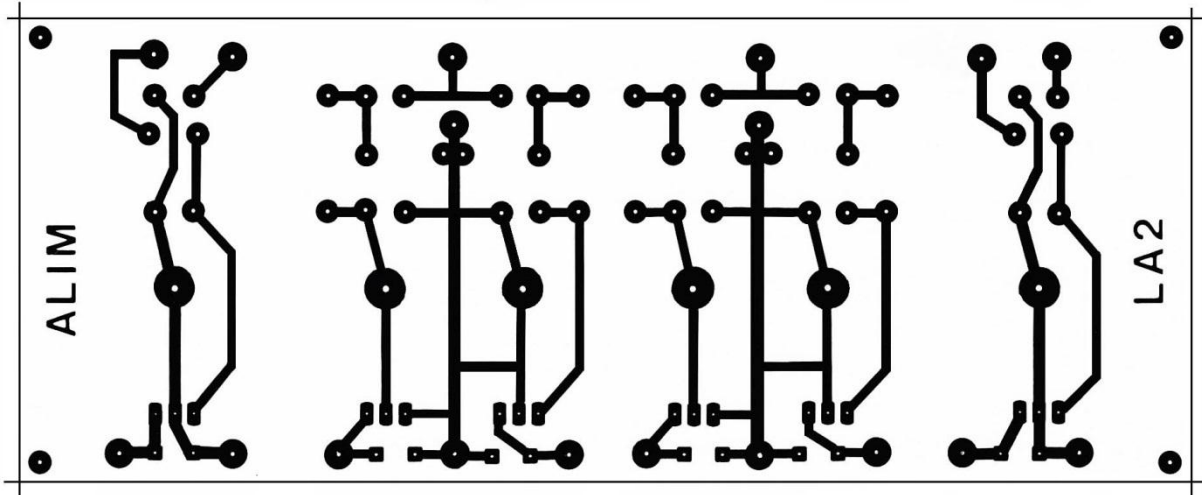

Fig. 6. – Circuit imprimé d'alimentation.
b) 1 circuit d'alimentation (voir fig. 6)